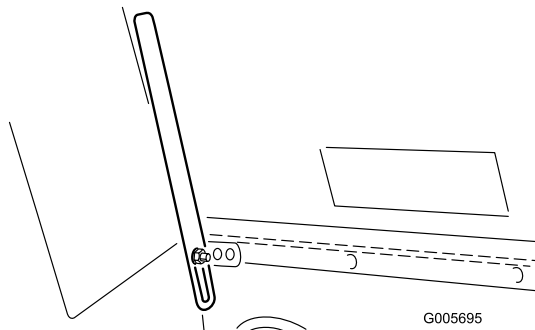

Figura 25
3. Retire el extremo inferior de la varilla de soporte del capó (Figura 25) del soporte de retención. Baje el soporte, gírelo hacia arriba, y luego hacia abajo para sujetar el capó.